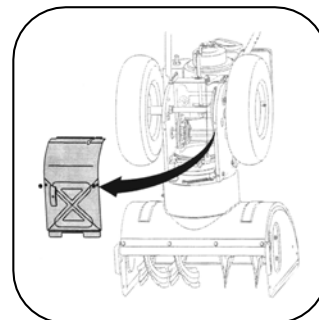

Рис.22
- 2.Осторожно поверните снегоочиститель вверх и вперед, чтобы он опирался на корпус шнека. Снимите крышку рамы с нижней стороны снегоочистителя, удалив четыре самореза, которые крепят ее. См. рис. 22.